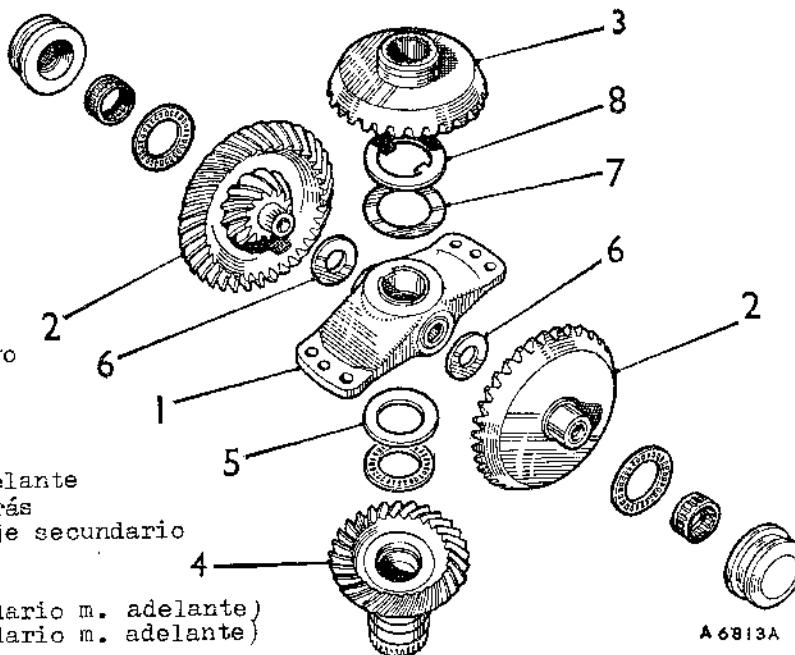

Fig. Fa.42
El tren de engranajes se monta con absoluta precisión mediante un equipo especial, a fin de obtener el juego conveniente entre los diferentes engranajes, por lo que resulta imposible armar esta unidad a las especificaciones de fábrica sin este especial utillaje. El fallo de una pieza cualquiera de esta unidad, implica la reposición de un nuevo conjunto completo de tren de engranajes. La única arandela de junta que se puede renovar es la arandela bimetálica del engranaje secundario de marcha adelante (8) (ver Fig. Fa.42); esta no es una arandela selectiva.
- (8) Para desarmar los conjuntos de tren de engranajes del tipo primitivo como muestra la Fig. Fa.42, referirse a los puntos (16) a (19); la secuencia para el rearmado se da en los puntos del (33) al (36).
- (33) Realizar las instrucciones (20) a (23), con las observaciones siguientes: referirse a la Fig. Fa.42 y emplear la herramienta de servicio 18G 1093 al rearmar este tipo primitivo de tren de engranajes.
- (34) Remontar los sombreretes de cojinete en sus posiciones respectivas (ver las marcas) y, empleando nuevas placas de bloqueo, remontar y apretar